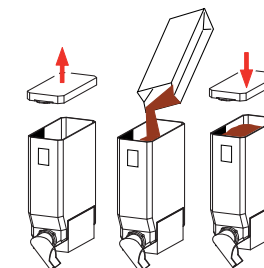

Abb. 16
- Füllen Sie die Behälter mit dem richtigen Produkt (Abb. 16), wie angegeben in Tabelle 2.